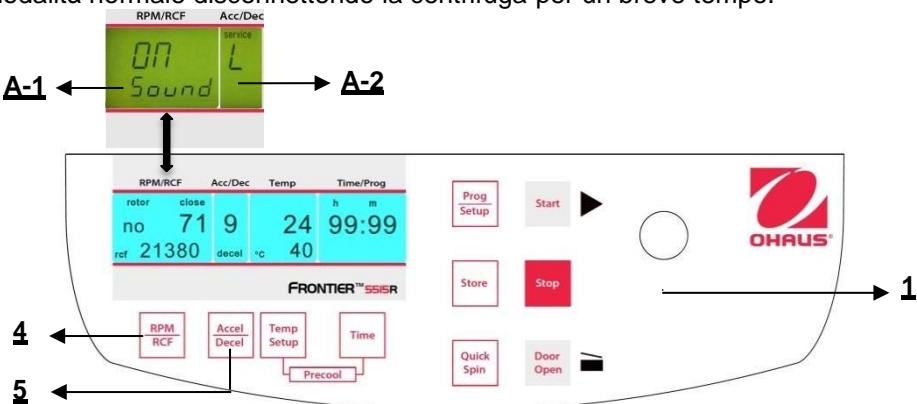

Figura 33
Procedere come descritto al punto 4.1.2 per inserire questa modalità programma e poi premere il tasto **"Accel/Decel"** (5). **Sul display "Acc/Dec" (A-2) lampeggia la parola "Service"**. Selezionare adesso la lettera **"L** con la manopola di regolazione (1). Di conseguenza, compaiono le parole **"On Sound"** sul display **"RPM | RCF"** (4). Se adesso si preme il tasto **"RPM | RCF"** (4), lampeggia la parola **"On"** e si può disattivare la suoneria, con la manopola di regolazione(1) (Vedere figura 33). Dopo che si sono salvate le impostazioni (Vedere 4.1.2) ritornare nuovamente alla modalità normale disconnettendo la centrifuga per un breve tempo.